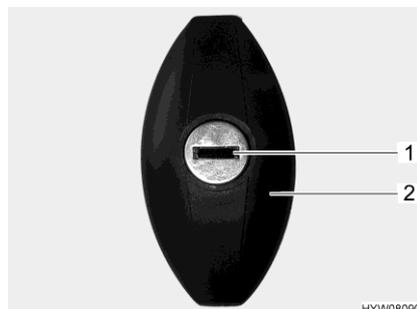

Fig. 61 Serrure du portillon
- Insérer la clé dans le barillet (Fig. 61,1) et la tourner d'un demi-tour dans le sens inverse des aiguilles d'une montre. La poignée de la serrure (Fig. 61,2) ressort.